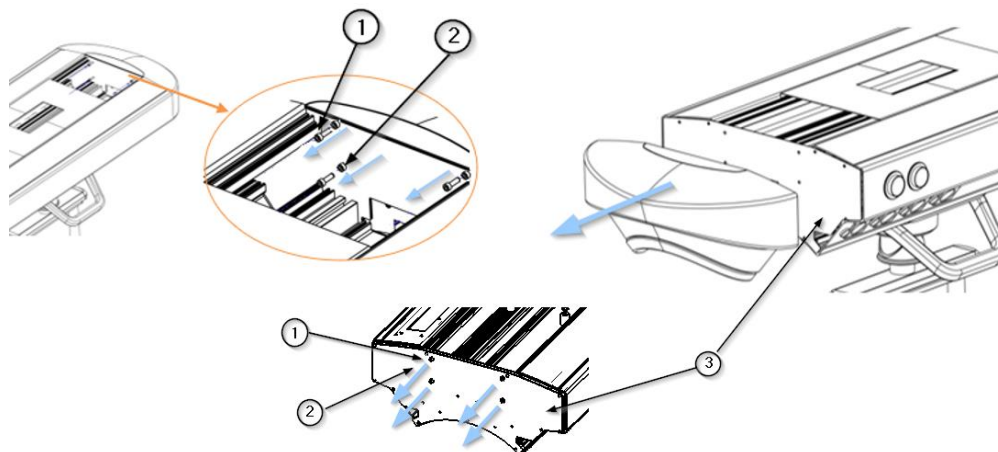

Fig. 9 Démontage/montage des embouts sur le corps principal d'ABITUS
- À l'aide d'un outil hexagonal, retirez les 4 vis M6 x 25 (1) et les 4 rondelles DIN 9021 (2) correspondantes, comme indiqué dans la figure 9.
- Le support de l'embout (3) est maintenant visible. Retirez-la en enlevant les 4 vis M6 x 25 (1) et les 4 rondelles DIN 9021 (2) correspondantes à l'aide du même outil que celui illustré à la figure 9.
- Fixez d'abord l'étrier d'extrémité (3) à l'aide de 4 vis M6 x 25 (1) et de 4 rondelles DIN 9021 (2) correspondantes.
- Placez ensuite l'embout en position et fixez-le avec 4 vis M6 x 25 (1) et 4 rondelles DIN 9021 (2) correspondantes.